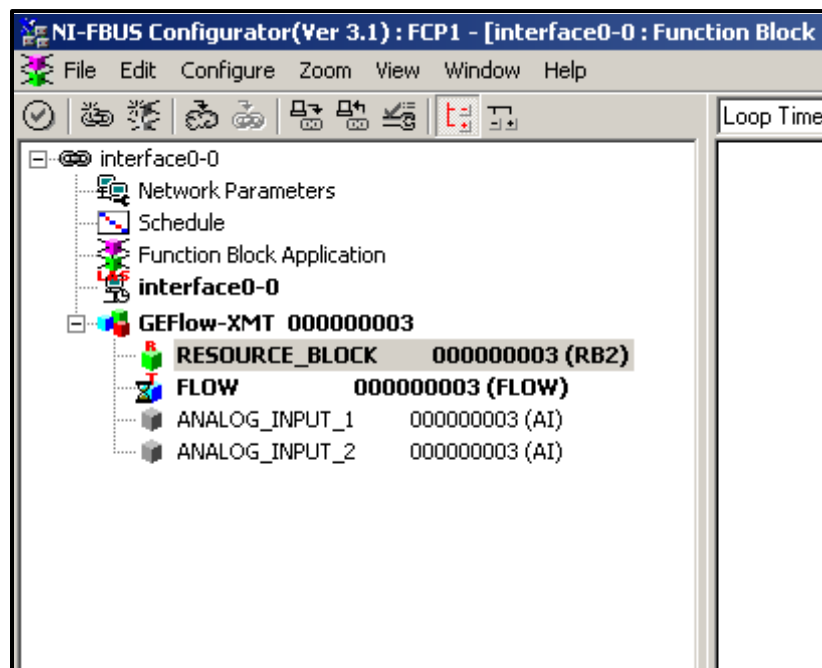

Рисунок 40: Пример настройки конфигурационной утилиты
На рис. 40 показана утилита с расходомером в сети (Panametrics Flow-XMT).
1. Дважды щелкните блок аналогового входа, для которого необходимо настроить единицы измерения (ANALOG_INPUT_1 или ANALOG_INPUT_2 в дереве под GEFLOW-XMT; см. рис. 40 на стр. 98).
1. Дважды щелкните блок преобразователя FLOW (в дереве под GEFlow-XMT; см. рис. 40 на стр. 98).